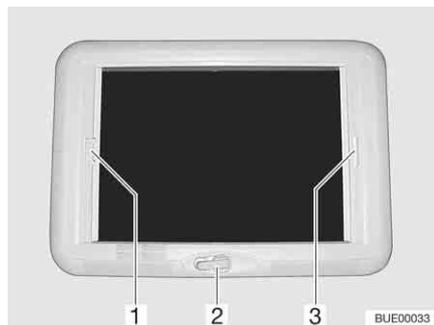

Fig. 90 Lanterneau à manivelle
Ouvrir : ■ Tourner la manivelle (Fig. 90,2) jusqu'à ressentir une résistance (angle d'ouverture max. 70°).
Fermer : ■ Tirer la poignée du dispositif occultant plissé (Fig. 90,3) et le relâcher lorsqu'il a atteint la position voulue. Le dispositif occultant plissé reste alors à cette position.
- Tirer sur la poignée (Fig. 90,1) de la moustiquaire jusqu'à toucher la poignée du dispositif occultant plissé (Fig. 90,3) située vis-à-vis et la faire s'enclencher.
- Appuyer sur la poignée de la moustiquaire (Fig. 90,1) vers l'arrière et le haut et décrocher la moustiquaire du dispositif occultant plissé (Fig. 90,3).